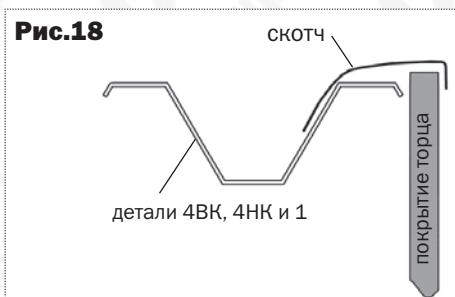

Рис.18
5. Подровняйте ножом куски покрытия по дугам **4Н** и **4ВК** и детали **1**, а затем закройте полученный срез скотчем в соответствии с рис.18.